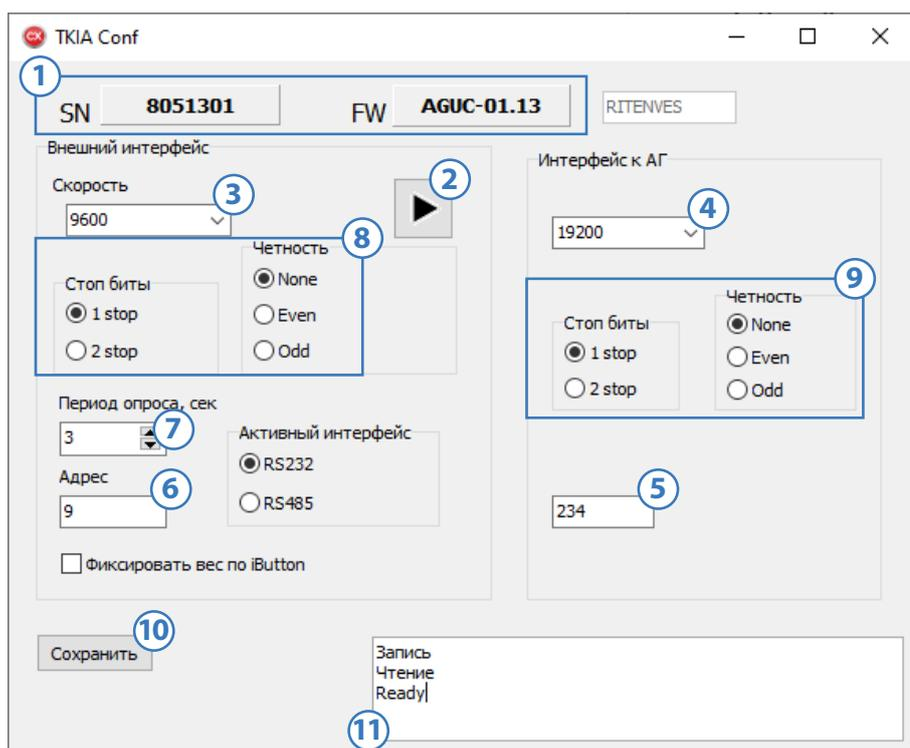

Рис.5. Настройка адаптера интерфейсов
3. Если устройство подключено верно и в системе установлены драйверы, то параметры устройства будут автоматически считаны в программу. Серийный номер и версия микропрограммы адаптера отобразятся в блоках «SN» и «FW» (**Рис.5, п.1**).
Для приема данных от конкретного внешнего устройства необходимо выбрать соответствующий протокол. Для этого нажмите на кнопку со стрелкой — откроется меню с протоколами, сгруппированными по типам устройств (**Рис.5, п.2**):
1. В выпадающем списке «Скорость» выберите скорость входной шины RS-232/RS-485 (**Рис.5, п.3**). Указанное значение должно соответствовать скорости шины внешнего устройства, к которому подключается адаптер ТК-IA.
2. В выпадающем списке «Интерфейс к АГ» выберите скорость выходной шины RS-485 адаптера (**Рис.5, п.4**). Указанное значение должно соответствовать скорости шины RS-485 бортового контроллера АвтоГРАФ, к которому подключается адаптер. Если контроллер оснащен двумя шинами RS-485, адаптер необходимо подключать к первой шине.
1. Задайте адрес адаптера на шине RS-485, если этого требует выбранный протокол работы адаптера (**Рис.5, п.5**). Данный адрес необходим для идентификации устройства бортовым контроллером АвтоГРАФ и должен быть задан в настройках контроллера.
2. Задайте адрес внешнего устройства, если этого требует выбранный протокол работы адаптера (**Рис.5, п.6**). Указанный адрес должен быть задан в настройках внешнего устройства.
В поле «Период опроса, сек», если этого требует выбранный протокол работы адаптера, укажите интервал, с которым адаптер будет запрашивать данные с внешнего устройства (**Рис.5, п.7**).
- «Внешний интерфейс» — для получения данных с внешнего устройства (**Рис.5, п.8**);
- «Интерфейс к АГ» — для передачи данных в БК АвтоГРАФ (**Рис.5, п.9**).
После завершения всех настроек нажмите кнопку «Сохранить» (**Рис.5, п.10**), чтобы записать их в устройство.
При успешном сохранении в окне состояния (**Рис.5, п.11**) последовательно отобразятся статусы «Запись», «Чтение», а затем — «Ready», что свидетельствует о завершении записи.
Для корректной работы контроллера с адаптером скорость интерфейса RS-485 (**Рис.5, п.4**) должна быть одинаковой на обоих устройствах.